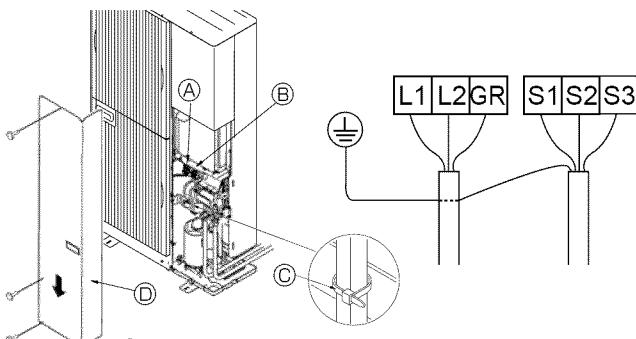
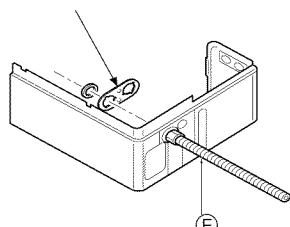

Fig. 7-1
Fig. 7-2
### 7.1. Unidad exterior (Fig. 7-1) (Fig. 7-2)
- ① Extraiga el panel de servicio.
- ② Efectúe el cableado según se muestra en la Fig. 7-1.
- ③ Se suministran las placas de montaje del conducto ( $\varnothing 22$  mm [7/8"]]). Pase los cables de alimentación y de transmisión por los orificios troquelados adecuados, retire la pieza troquelada de la parte inferior de la caja de terminales y conecte los cables. (Fig. 7-2)
- ④ Asegure los cables de alimentación a la caja de terminales utilizando un maniquito separador para la fuerza de tracción (conexión PG o similar).